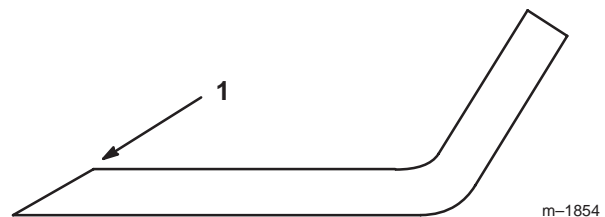

Figure 36
1. Au moyen d'une lime, aiguisiez les tranchants aux deux extrémités de la lame (Fig. 36) en veillant à conserver l'angle de coupe d'origine. Limez la même quantité de métal sur chacun des deux tranchants pour ne pas déséquilibrer la lame.